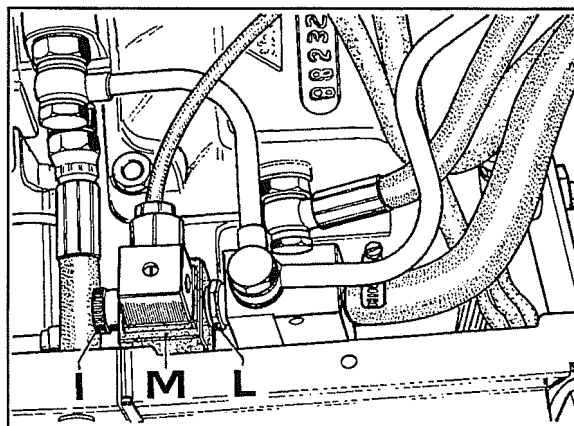

Fig. 19
1. Allentare la ghiera I fig.19 per permettere lo spostamento della bobina M affinché sia possibile allentare con la chiave il dado L fig.19 del solenoide, quindi svitare e sfilare il gruppo. La figura 20 mostra in dettaglio i componenti del solenoide che vanno lavati, soffiati con olio dello stesso tipo prima di essere rimontati.
- a. Rimontare la bobina M fig.19 sul solenoide.